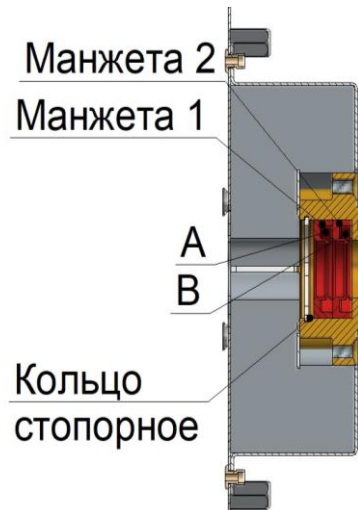

Рис.19 Схема установки манжет.
- со стороны камеры снять кольцо стопорное и снять 2 манжеты (см. рис.19);